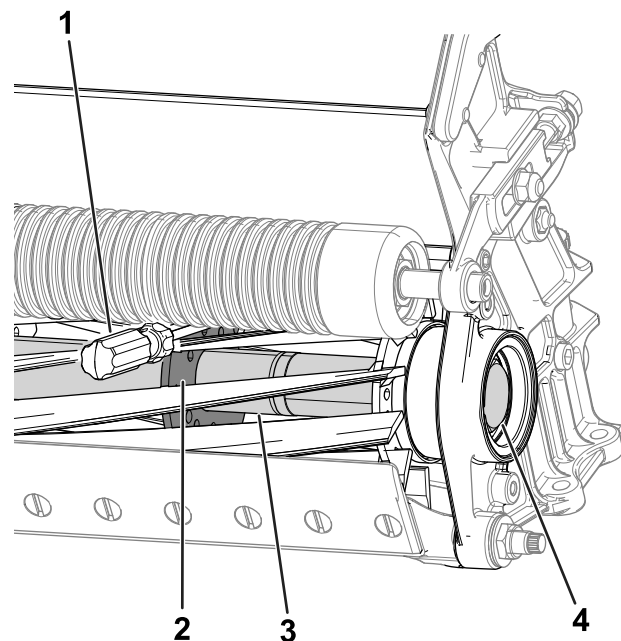

Figura 27
2. Introduzca una palanca de mango largo (se recomienda una palanca de 1 cm x 30 cm con mango de destornillador) a través de la parte inferior del molinete de corte, junto al lado de la unidad de corte a apretar (Figura 27).
3. Coloque la palanca contra el lado soldado de la placa de apoyo del molinete (Figura 27).